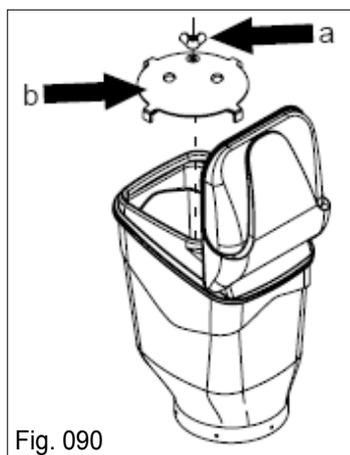
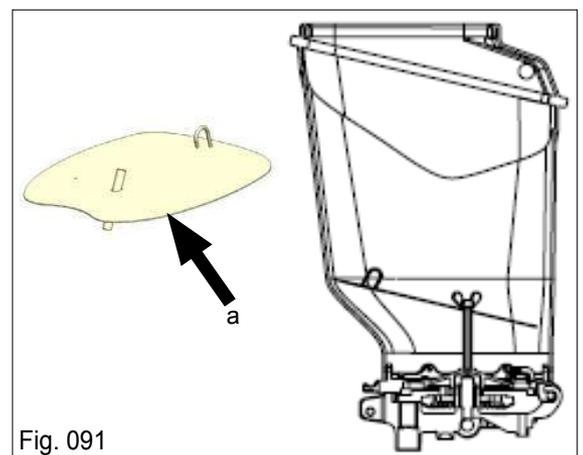

Fig. 090
Fig. 091
Para efetuar o plantio de arroz é necessário efetuar a troca do defletor - tipo chapéu chinês "B" (Fig. 090) pelo defletor de chapa "A" (Fig. 091). Para efetuar a substituição proceda da seguinte forma:
- Solte a porca borboleta "A" e retire o defletor "B" (Fig. 090);
- Coloque o defletor de arroz "A" posicionando conforme (Fig. 091);